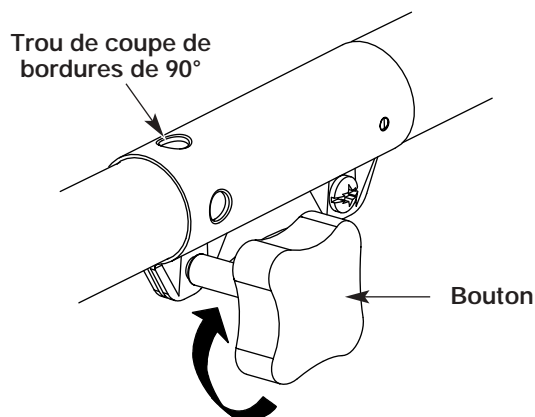

Fig. 26
3. Serrez le bouton en le tournant à droite (Fig. 26).
Pour couper les bordures à l'aide de la tête d'accessoire de coupe sur les modèle EZ-Link^{MC}, verrouillez le bouton de déclenchement de l'accessoire de coupe dans le trou de 90° (Fig. 26).